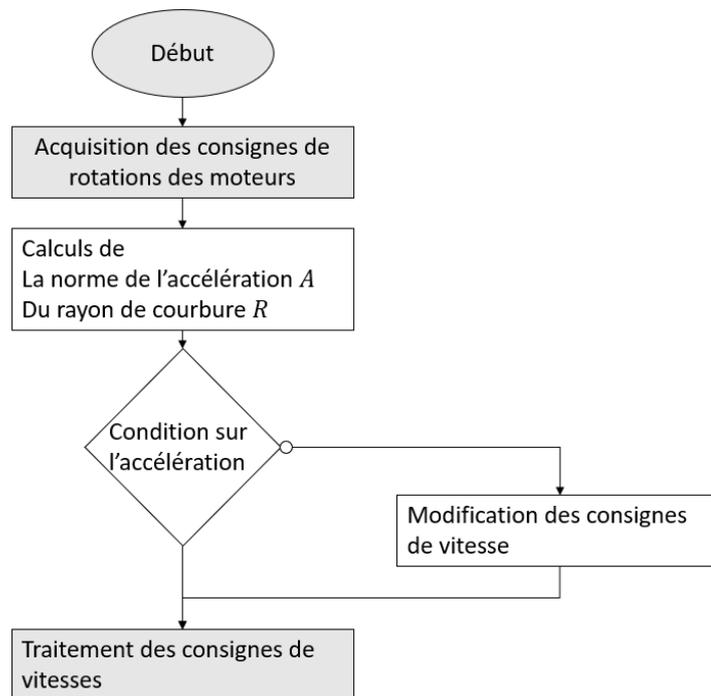

Fig.3 : Algorithme fonctionnel
**Question II-4** Reprendre l'algorithme fonctionnel fig. 3 donné page précédente, le refaire en introduisant les résultats des questions II.1 à II.3. Vous pouvez ajouter les blocs (étapes) qui vous semblent nécessaires.